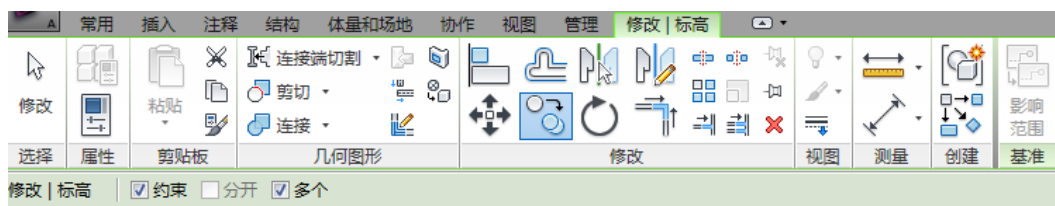

图 1-9
- 4) 选择标高 F3，单击功能区“复制”工具，并勾选选项栏的“约束”、“分开”及“多个”选项，光标回到绘图区域，在标高 F3 上单击，并向上移动，此时可直接在键盘输入新标高与被复制标高间距数值“3000”，单位为毫米，输入后回车，完成一个标高的复制，由于勾选了选项栏“多个”，可继续输入下一标高间距（如图 1-9 所示）。